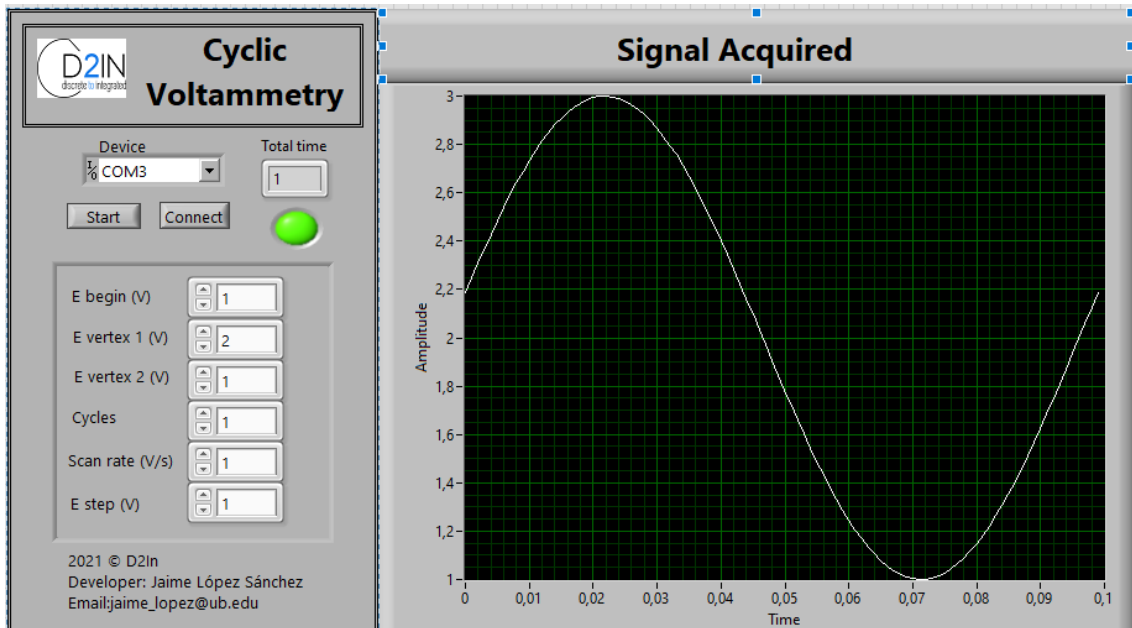

Figura 2.1: Proposta de panell frontal pel programa de ciclo-voltmetria
REPTE: Es proposa un panell frontal (figura 2.1) on hi hagi els botons que seran necessaris per al programa de ciclo-voltmetria (CV).
Es proposa un panell frontal (figura 2.1) on hi hagi els botons que seran necessaris per al programa de ciclo-voltmetria (CV).